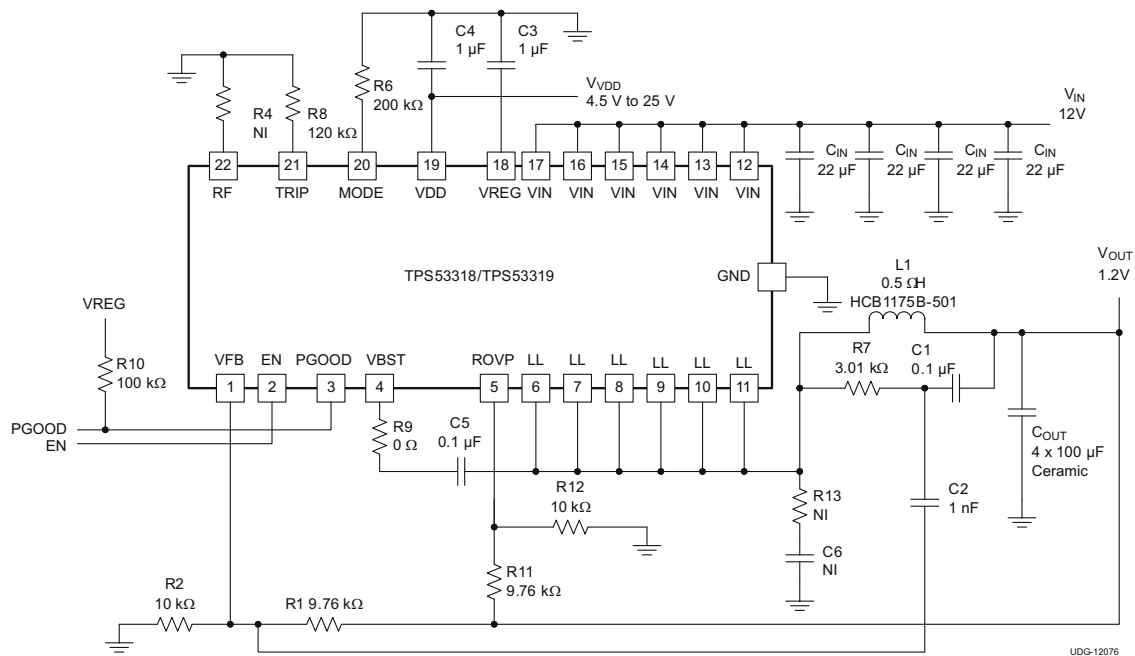

図 8-12. 代表的なアプリケーション回路、冗長 OVP 有効化
冗長過電圧レベルは出力電圧設定に応じてプログラムされ、図 8-12 に示すように、抵抗 R11 と R12 によって制御されます。抵抗 R11 を ROVP ピンと出力の間に接続して、抵抗 R12 を ROVP ピンと GND の間に接続します。この設計では、抵抗 R11 の値が抵抗 R1 の値 (またはわずかに大きい値) と一致し、抵抗 R2 の値が抵抗 R12 の値と一致させることを推奨します。
- セラミック出力コンデンサの端子からリップル注入の V_{OUT} 信号 (図 8-12 の C1 コンデンサの V_{OUT} 側) を接続します。AC カップリングコンデンサ (図 8-12 の C2) はデバイスの近くに配置し、R7 および C1 は電源段の近くに配置できます。